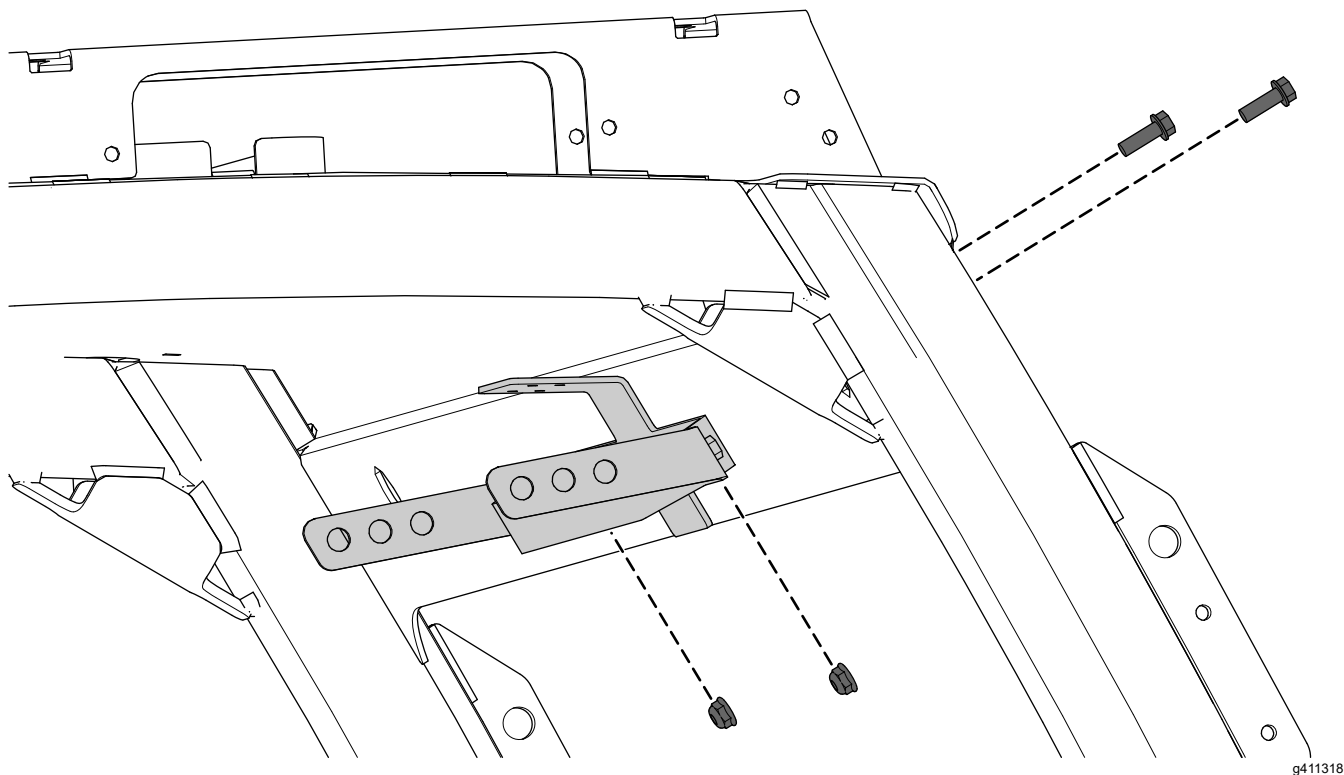

Рисунок 7
2. Прикрепите узел держателя зеркала к навесу с помощью 2 болтов с шестигранным буртиком ($\frac{1}{4} \times \frac{3}{4}$ дюйма) и 2 контргаяк ($\frac{1}{4}$ дюйма), как показано на Рисунок 7.